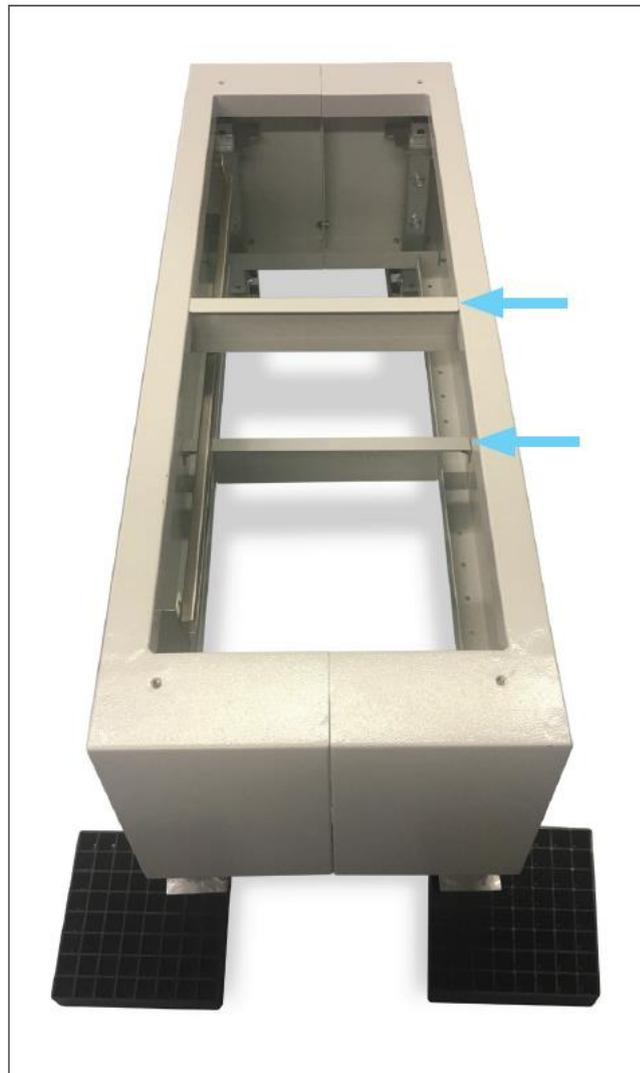

Bild 8: Mittelschienen
- Die Muttern M6 der Mittelschienen mit dem Maul/ Ringschlüssel mit SW 10 lösen (nicht entfernen) und die Schienen zur Seite schieben (siehe Bild 8).